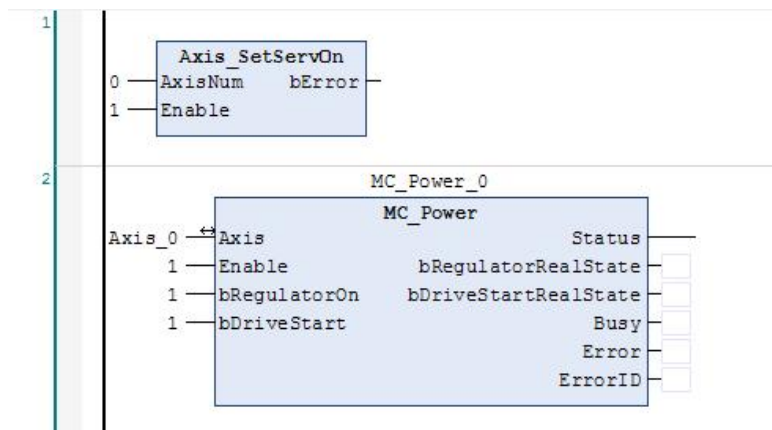

图 9.7 使能模块
3) 按照步骤 2 的方法依次添加上电模块 Power、相对运动模块 ACT_Move、编码器设置模块 ACT_EZClear，并填写相应的参数，如图 9.7~9.9 所示。